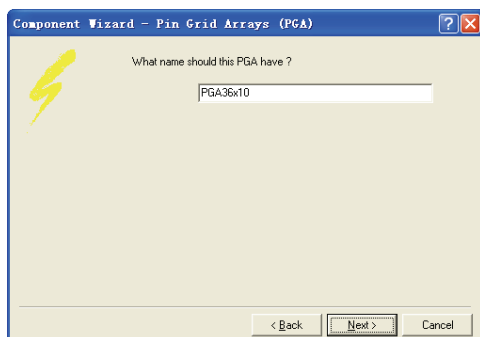

图 6-98 封装命名设置
(9) 单击 **Next >** 按钮，进入封装命名界面，如图 6-98 所示。默认封装名为“PGA36x10”。